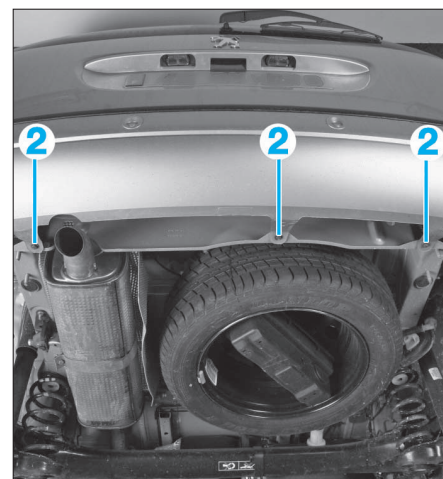

FIG. 112
- Déposer les vis (2) (Fig.112).